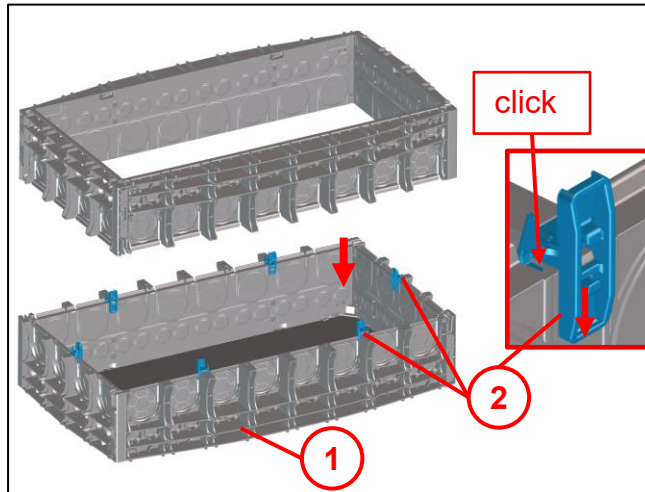

Abb. 14
- Rahmenelement kann umgekehrt eingebaut werden. (siehe Abb. 14)